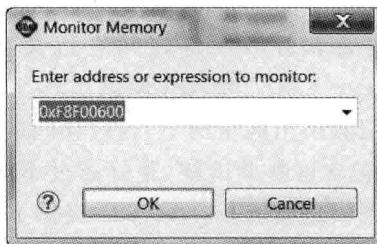

图 4.97 输入存储器地址界面
(11) 如图 4.97 所示，输入私有计数器加载寄存器(0xF8F00600)的地址。